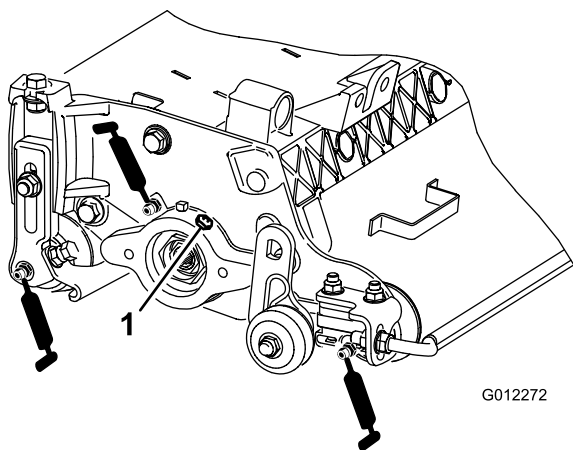

Figura 8
Figura 8 Cada unidade de corte vertical possui 6 bocais de lubrificação (1) que deverão ser lubrificados semanalmente com massa lubrificante nº 2 para utilizações gerais, à base de lítio.
2. Aplique a lubrificação até que se veja lubrificante limpo a sair dos vedantes do rolo e da válvula de descarga do rolamento (Figura 8).